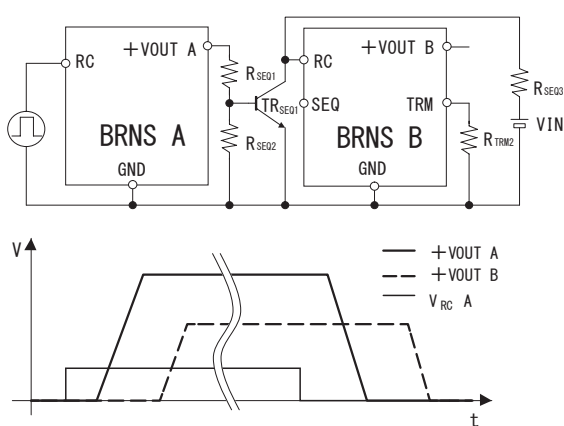

図3.7 接続方法とシーケンス例
■SEQ端子に印加する電圧を制御することで、複数のBRNSシリーズの起動シーケンスを制御できます。シーケンスと接続例を図3.7に示します。
(1) 同時間
(2) 同電圧
(3) 時間差